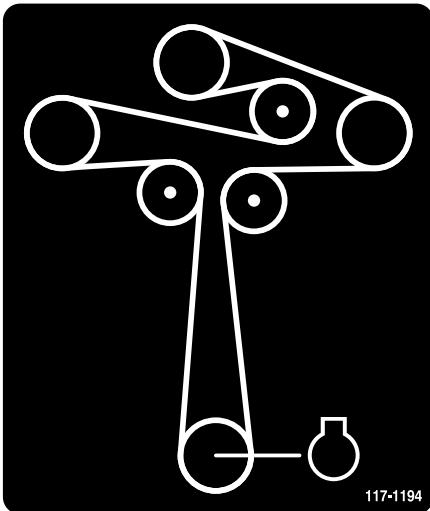

Figure 4
2. Installez la courroie du plateau de coupe si ce n'est déjà fait (Figure 4). Reportez-vous à la section Remplacement de la courroie du plateau de coupe dans le *Manuel de l'utilisateur*.